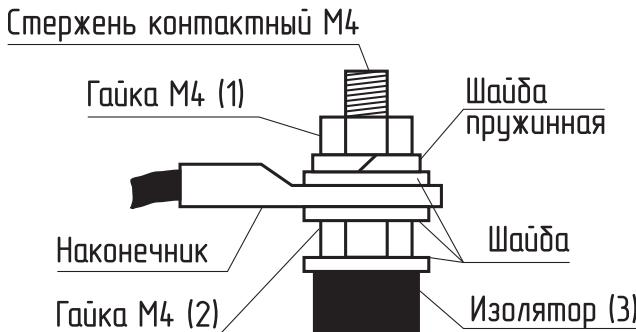

Рис.18 Присоединение проводов к выводам блок ТЭН
- Гаек на контактных стержнях ТЭН с усилием 1,8 Нм (см.**Рис.18**);
- При замене блок ТЭН присоединение фазных проводов к выводам блок ТЭН производить согласно **Рис.18**. Сечение кабеля указано в **таблице 1 и 2**;
- Провод нейтрали «N» подключить на перемычку блока ТЭН (**Рис.18**).